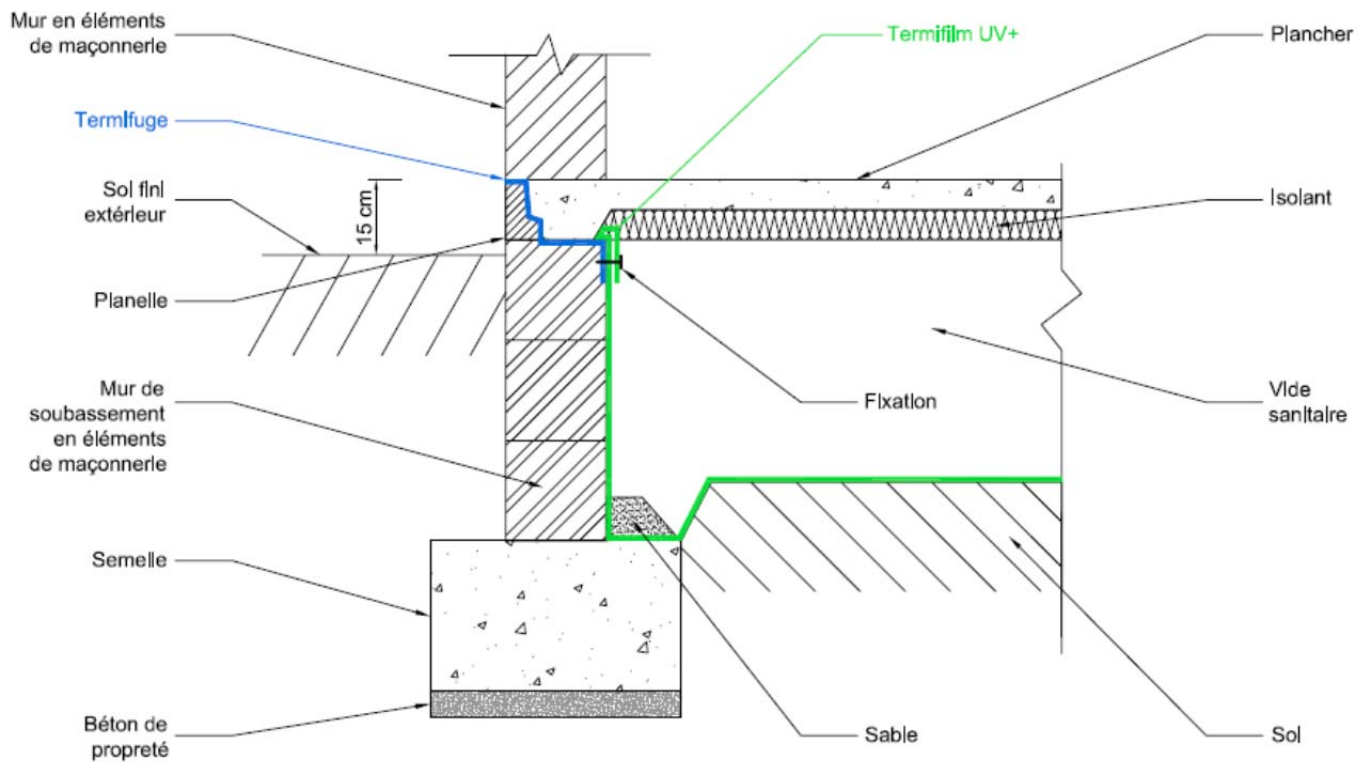
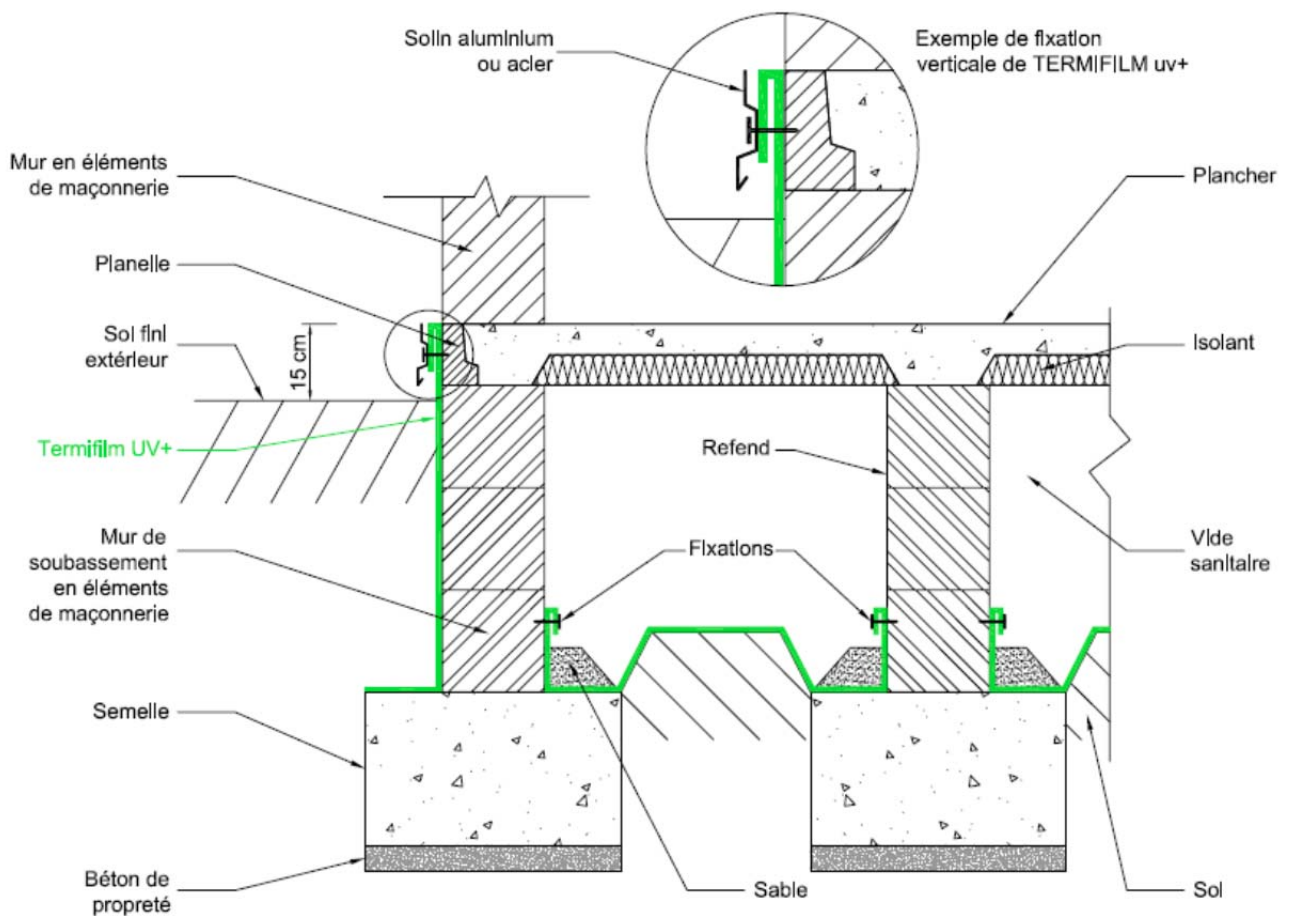

Figure 5 – Dallage solidarisé avec planelle, vide sanitaire < 60cm – isolant non résistant aux termites
Figure 6 – Dallage solidarisé avec planelle, vide sanitaire < 60cm – isolant non résistant aux termites
- Dans le cas d'une mise en œuvre verticale (vide sanitaire...) le professionnel devra utiliser un profilé PVC Choc ou un feuillard métallique. Dans ce cas le film est plié et forme boucle autour du profilé. Celui-ci est fixé au bâti par cloutage manuel ou par cloueur précédemment définis. La largeur du profilé ne peut être inférieure à 20 mm (fig.5 et fig.6)